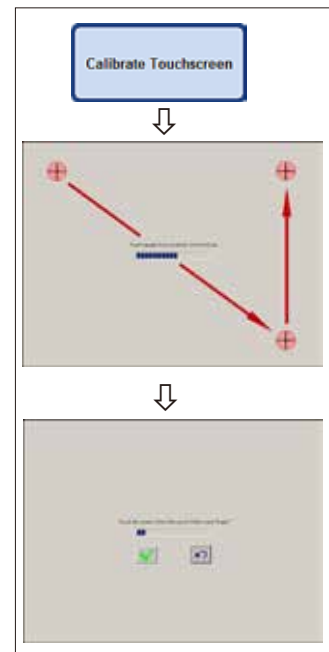

Bild 78
#### Kalibrera pekskärmen (bild 78)
- Nudda den röda cirkeln i skärmens mitt (sammanlagt tre gånger). Börja i det övre vänstra hörnet (fig. 78, överst).
- Nudda sedan en valfri punkt på skärmen och kontrollera att markören följer din rörelse (fig. 78, längst ner).